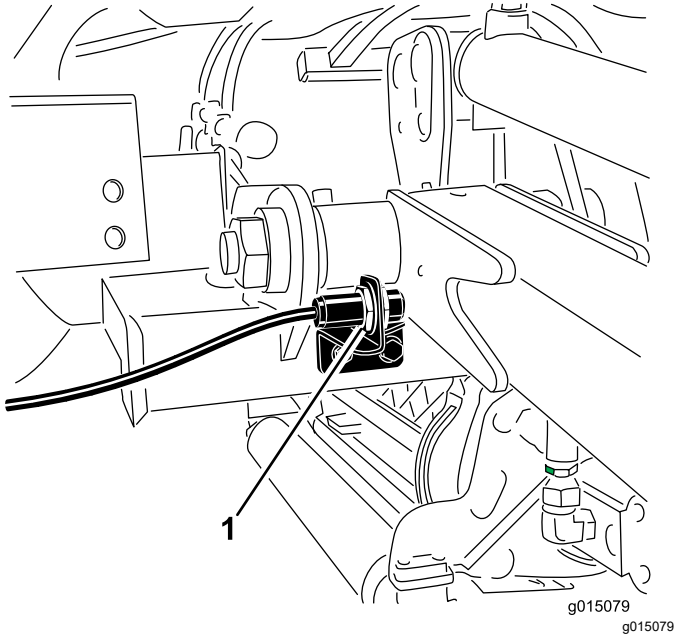

Figure 73
- Le contacteur des bras de levage se trouve derrière le bras de levage avant droit (Figure 73).
- Desserrez les vis de fixation du contacteur (Figure 73) et montez le contacteur pour augmenter la hauteur du changement de direction des bras de levage ou abaissez-le pour réduire la hauteur du changement de direction.